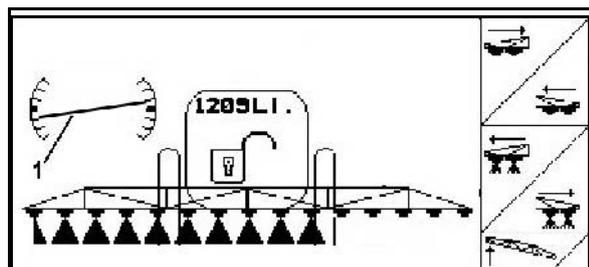

Fig. 83
- El símbolo de ajuste de la inclinación que aparece en la pantalla (Fig. 83/1) indica la inclinación del varillaje de pulverización reflejada. Ahora el lado derecho del varillaje de pulverización está elevado.